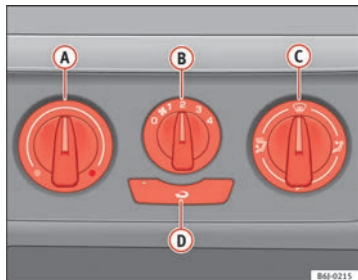

Fig. 99 Sur la planche de bord : éléments de commande du chauffage
- Tournez le régulateur de température **(A)** ⇒ fig. 99 vers la gauche.
- Tournez le régulateur de température **(A)** ⇒ fig. 99 vers la droite pour sélectionner la puissance de chauffage souhaitée.
- Tournez le régulateur de température **(A)** ⇒ fig. 99 vers la droite jusqu'à la puissance de chauffage maximum.
- Tournez le régulateur de température (A) ⇒ fig. 99 vers la zone de chauffage.
- Placez la commande de soufflante (B) sur l'une des vitesses 2-3.
- Fermez les diffuseurs (3).
- Ouvrez et orientez les diffuseurs (4) vers les fenêtres latérales.